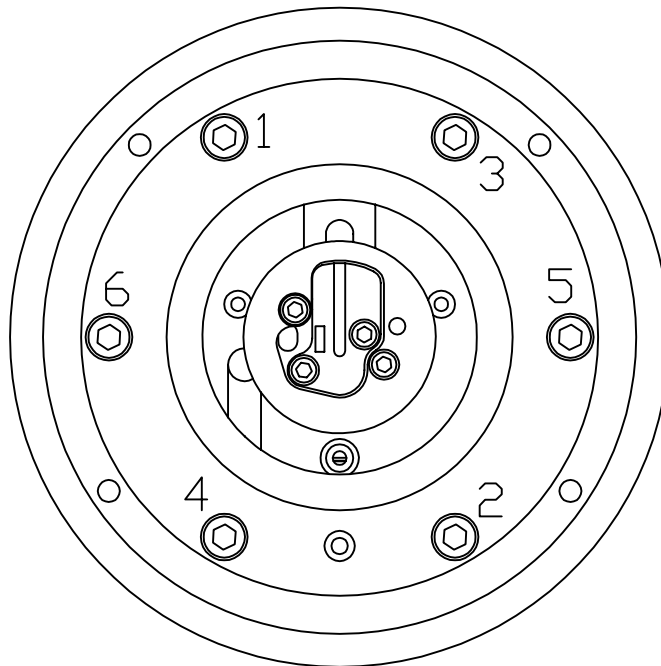

Figura 7.6 Apertando os suportes de mola
20. Monte o disco (N). Firme os seis parafusos (M) em passos pequenos, enquanto seguindo o padrão de números em Figura 7.6. Aperte a 5 torque de Nm.
21. Limpe a janela do elemento de CCD. Prenda o cartão de CCD (L) ao módulo central (S) pelos três parafusos.
22. Prenda o cartão de processador de sensor (E) com os três parafusos de cova. ligue o cabo de tira (H), a ligação LEDe o elemento de temperatura.